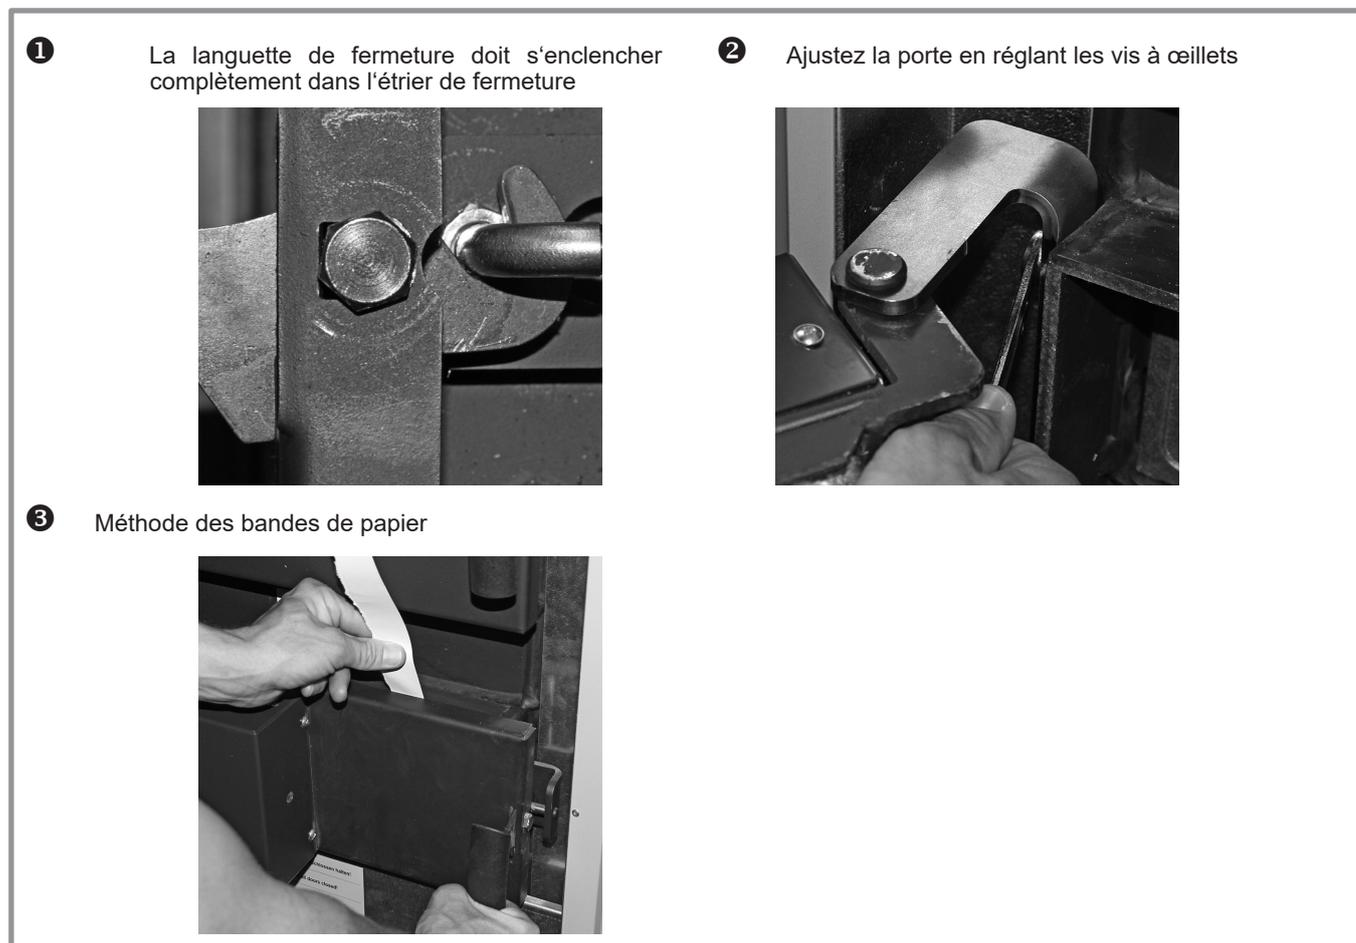

fig. 14 - Réglage des portes
L'ajustage s'effectue en déplaçant le support de porte ou via le palier de fermeture de l'autre côté (fig. 14 - ① et ②).
Contrôler l'étanchéité au moyen de la méthode des bandes de papier (fig. 14 - ③). Pour ce faire, coincer des bandes de papier de 3 cm de large environ à différents endroits sur tout le périmètre et essayer de les retirer en tirant dessus. Si les bandes de papier ne peuvent pas être retirées, alors la porte est hermétique. S'il est possible de les retirer alors que la porte d'allumage est fermée, cette dernière n'est pas étanche à cet endroit => **il faut la réajuster.**